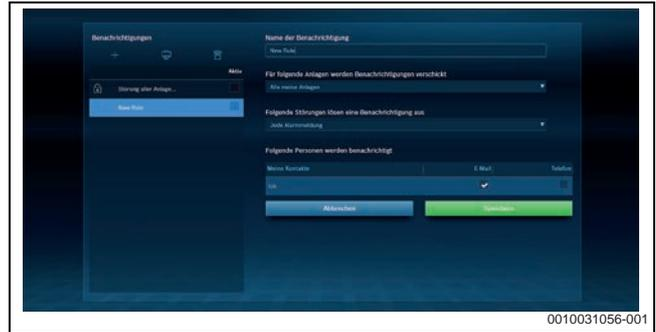

Bild 99 Control Center CommercialPLUS: Benachrichtigungen per E-Mail/SMS
- Benachrichtigung per E-Mail oder SMS (→ Bild 99)